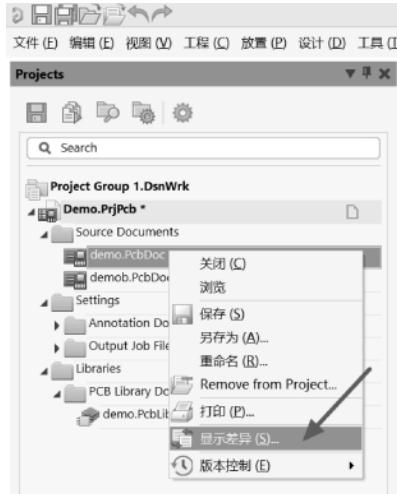

图 16-6 “显示差异”命令
(1) 添加需要对比的两个 PCB (如“demo.PcbDoc”和“demob.PcbDoc”) 到统一工程目录下。
(2) 在其中一个 PCB 文件上单击鼠标右键，执行“显示差异”命令，如图 16-6 所示。